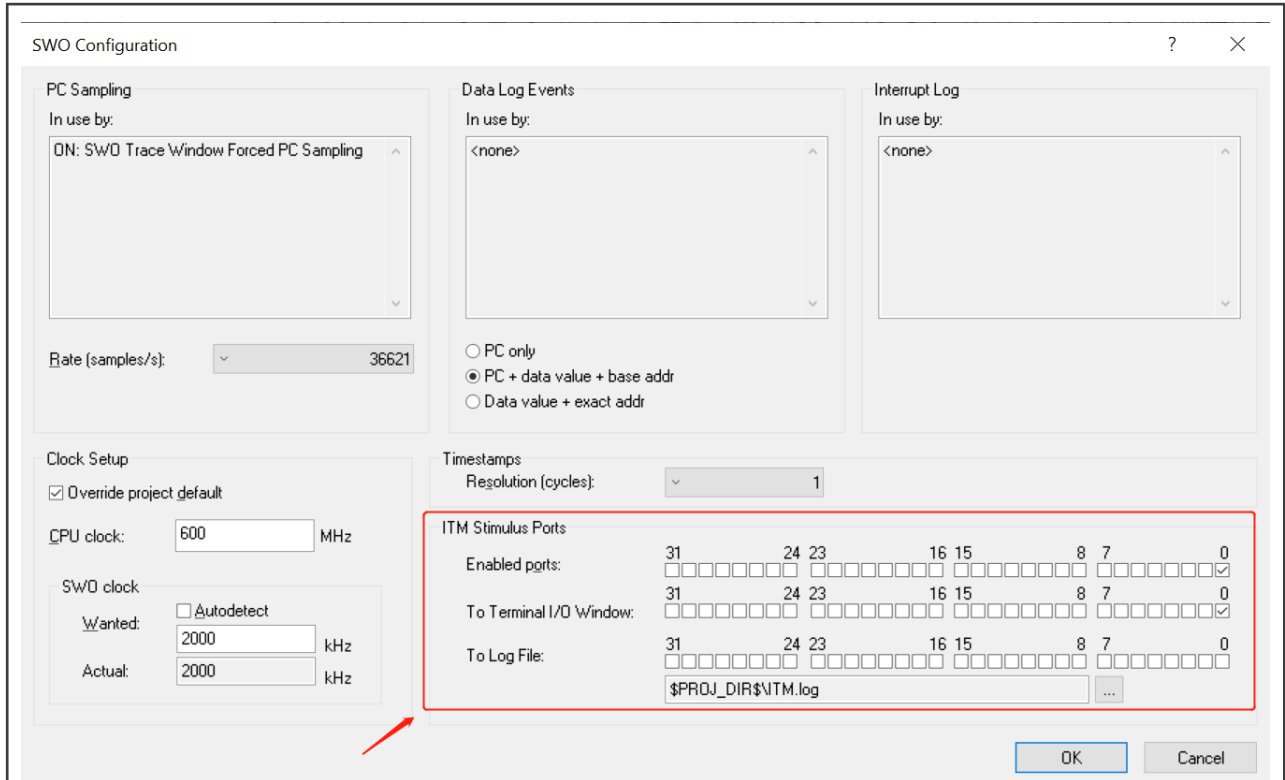
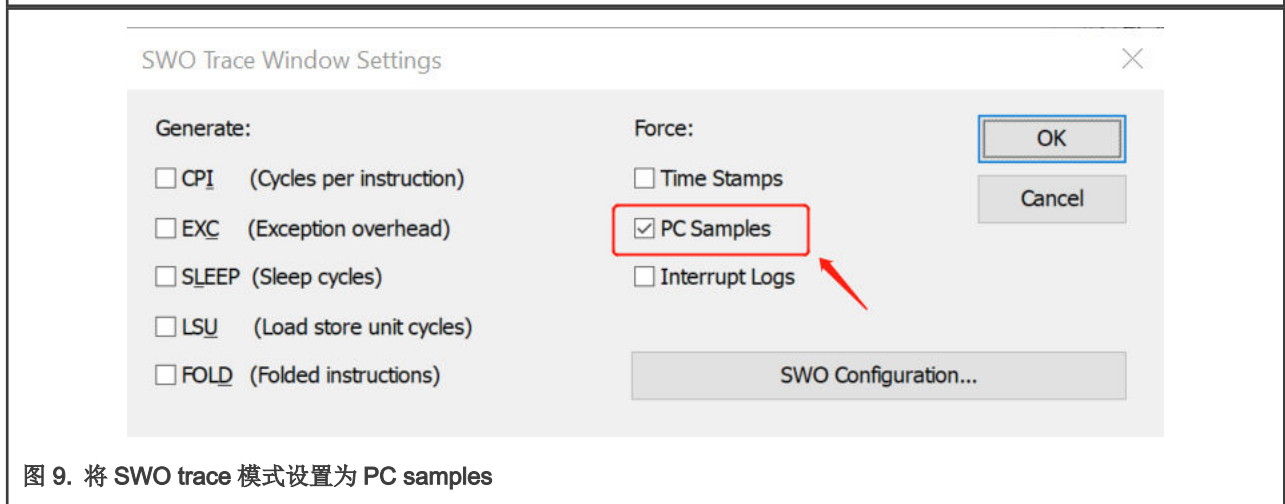

图 8. 设置 ITM 激励端口为 port0
图 9. 将 SWO trace 模式设置为 PC samples
5. 下载并调试程序，点击 **File Menu -> J-Link -> SWO Configuration**，进行如图 8 和图 9 所示的配置。